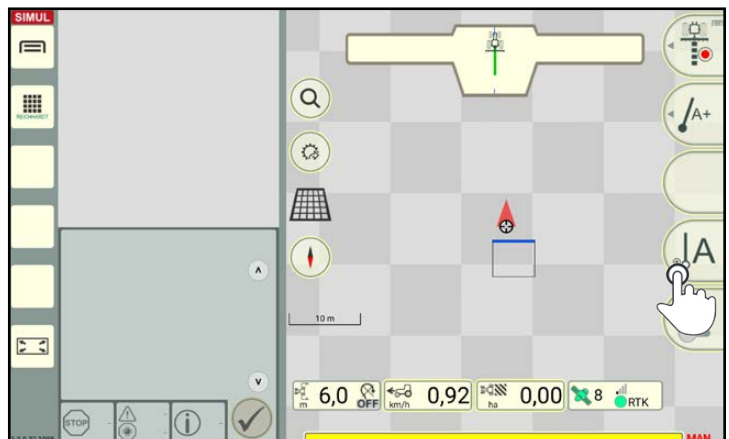

Abb. 98: Referenzspurerstellung starten
-  Tippen Sie auf den A-Button, um die Spurerstellung zu starten (siehe Abb. 98).